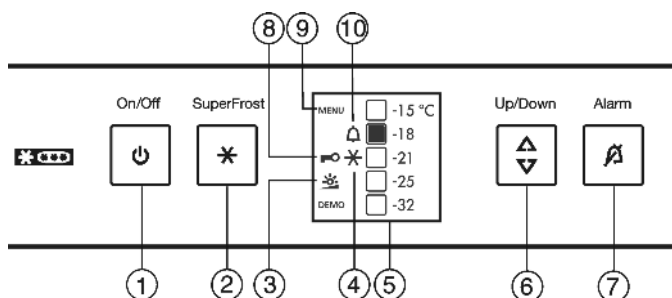

Fig. 3
- Simbol SuperFrost Fig. 3 (4) utripa skupaj s prikazovalnikom temperature.